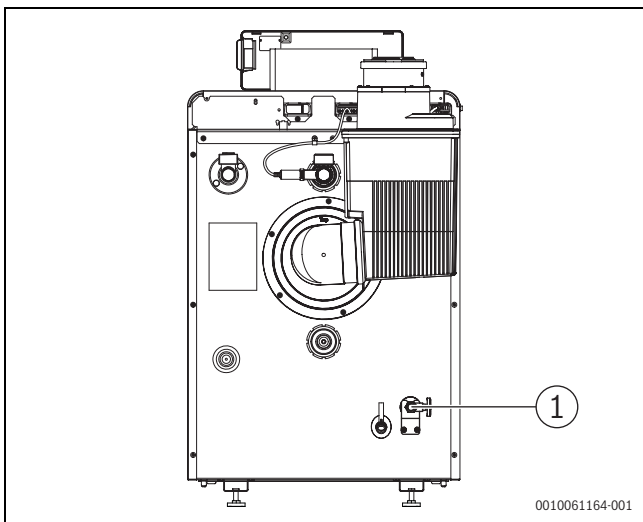

Bild 36 Rückansicht
- ▶ Ölleitung am Öl-Absperrventil (→ Bild 36 [1]) montieren.